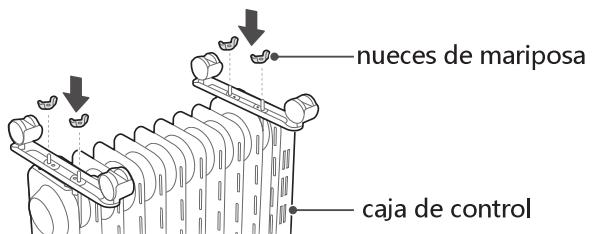

figura 2
- 3, como se muestra en la Figura 2, dos conjuntos de componentes de la rueda se aprietan con cuatro mariposas de maní. Instale sólido y luego coloque el calentador en posición: simplemente coloque las ruedas en el suelo.